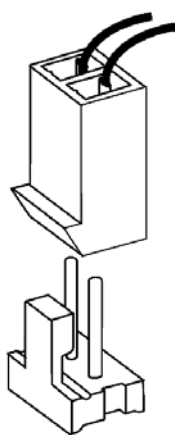

Figura 2: collegamento delle batterie
- Collegare entrambe le batterie nella sirena, facendo attenzione alla corretta polarità (vd. figura 2).